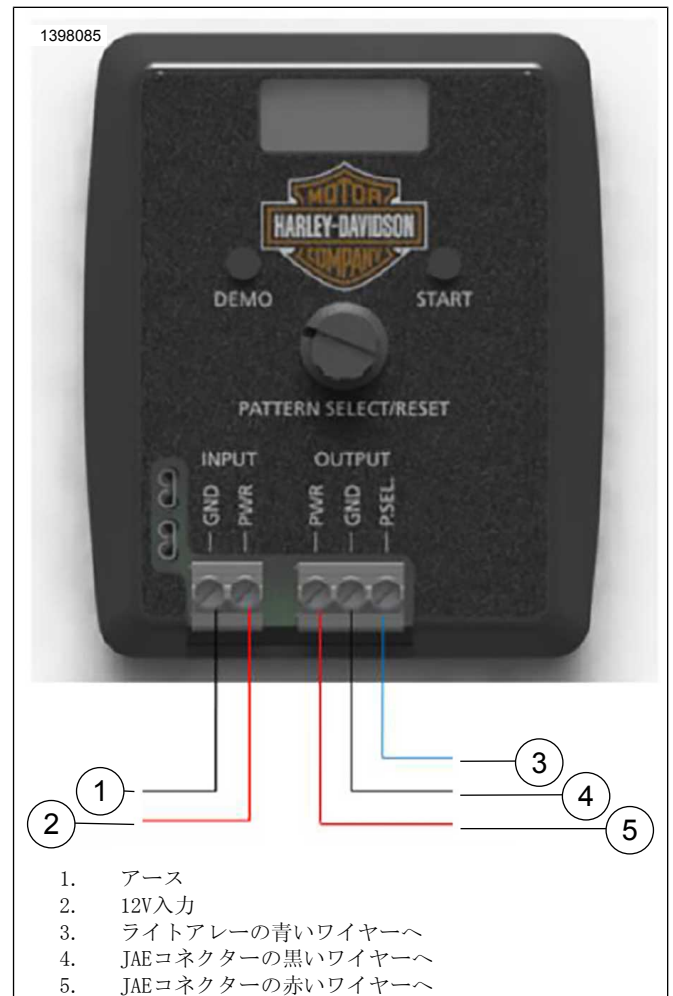

図10. パターンプログラミングの設定
- 図10を参照してください。12V電源をPSCPに接続します。
- 図10を参照してください。ライトをPSCPのアウトプットターミナルに接続します(ディーラー提供のワイヤが必要です)。